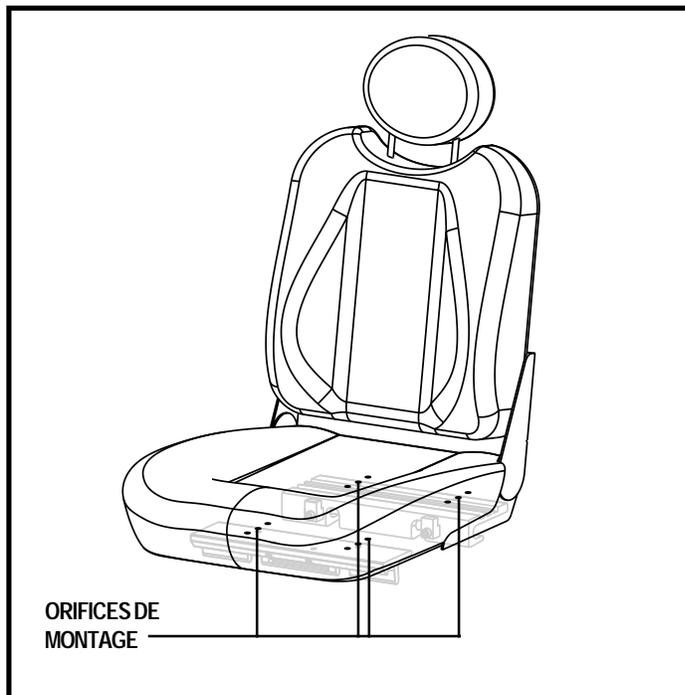

Figure 16. Position du siège
7. Repositionnez les montants dans un ensemble différent d'orifices de montage. Vous devez régler les montants en ayant un nombre identique d'orifices devant et derrière la fixation sur chaque montant. Voir la figure 16.
2. Desserrez l'écrou de verrouillage. Voir la figure 16.